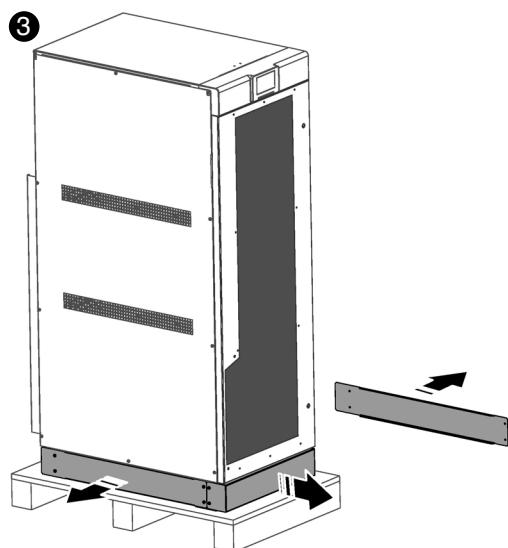

Fig. 30. Desmontaje de los zócalos de la base.
- 3 Desmontar los zócalos de la base para dejar al descubierto las 4 patas con el fin de liberar el equipo del palet (*Fig. 30*).